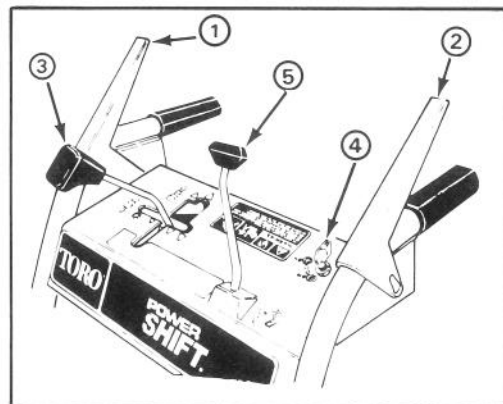

Figure 9
Commande de tarière/roue hélice (fig. 9)—Cette commande peut se régler sur deux positions : EMBRAYÉE et DÉBRAYÉE. Pour embrayer la tarière et la roue hélice, appuyez le levier contre la poignée droite. Pour débrayer, relâchez le levier.
Commande d'entraînement de traction (fig. 9)—Pour engager la traction ou mettre le mécanisme Power Shift en service, le levier doit être pressé contre la poignée gauche. Pour arrêter la traction, relâchez le levier.
Commande de changement de vitesse (fig. 9)—La commande présente quatre vitesses avant et deux arrière et permet également l'asservissement Power Shift des roues. Pour passer les vitesses, réglez cette commande sur la position désirée.
Verrouillage de la tarière (fig. 9)—Lorsque les commandes de tarière/roue hélice et d'entraînement de traction sont enclenchées, la commande de traction verrouille la com-
Commande de goulotte d'éjection (fig. 9)—Faites tourner la commande de goulotte d'éjection dans le sens horaire afin d'orienter la goulotte vers la droite et dans le sens inverse pour l'incliner de l'autre côté.
Contacteur d'allumage (fig. 9)—Le contacteur se règle sur deux positions CONTACT MIS et CONTACT COUPÉ. Tournez la clé sur CONTACT MIS avant de faire démarrer le moteur et sur CONTACT COUPÉ pour arrêter celui-ci.
1. Réglez le sélecteur de vitesse sur la position N (point mort) et la commande des gaz sur RAPIDE (fig. 9).
4. Mettez le contact (fig. 9).
1. Relâchez les commandes d'entraînement de tarière/roue hélice et de traction (fig. 9).
2. Réglez le sélecteur de vitesse au point mort (N).